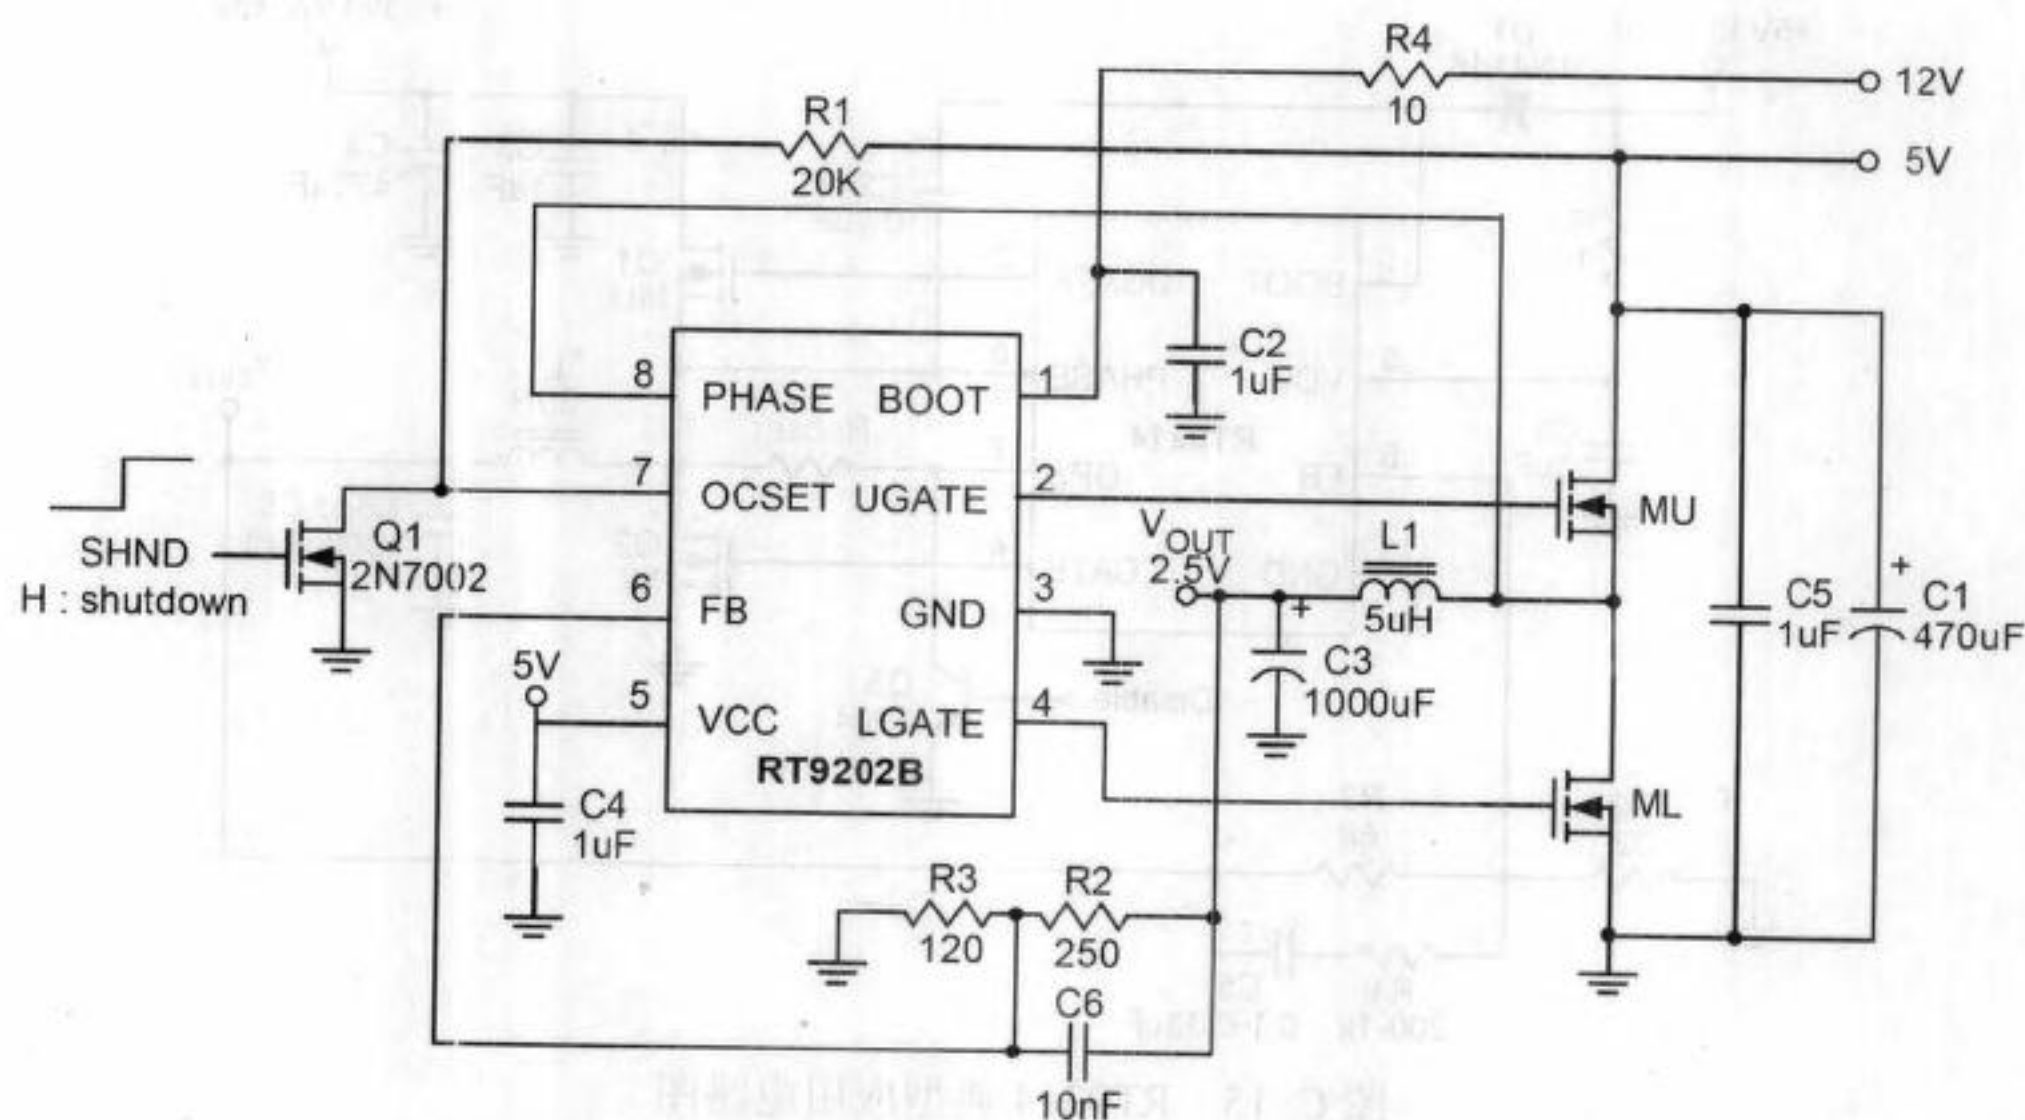

图 C-13 采用 12V 和 5V 供电的 RT9202 应用电路图
(2) 采用 12V 和 5V 供电的应用电路如图 C-13 所示。